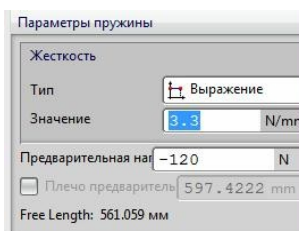

рис.77
•Параметры пружины в нашем примере показаны на рис.77.